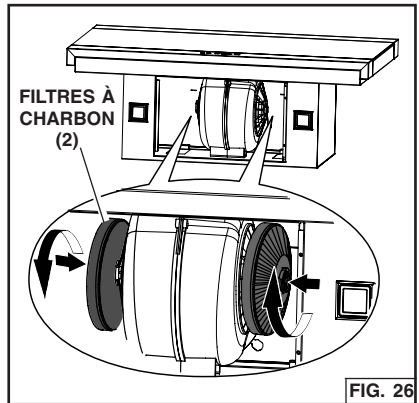

FIG. 26
3. Saisissez les filtres à charbon et tournez dans le sens horaire d'un quart de tour sur la soufflante. Fig. 26.